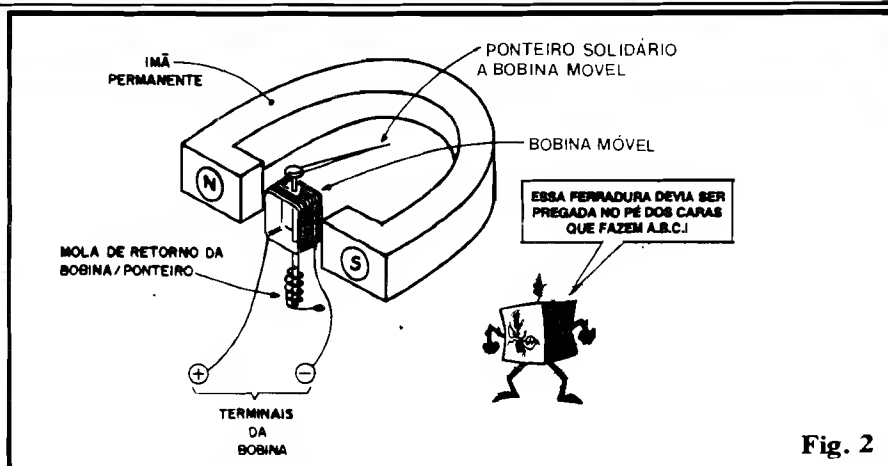

Fig. 2
- **FIG. 2** - Esboço da construção “física” de um galvanômetro. Tudo se resume numa pequena e leve **bobina móvel** (esse tipo de galvanômetro é justamente chamado de “bobina móvel”...), feita com fio muito fininho, pivotando em torno de um eixo ao qual está acoplado um ponteiro. Um sistema ao mesmo tempo simples e delicado de “mola de retorno”, mecanicamente acoplado ao eixo, faz com que, em repouso, o ponteiro estacione em determinado ponto (geralmente um pequeno pino de “encontro”, não visto na figura...). O Conjunto bobina/eixo/ponteiro/mola é mecanicamente posicionado de modo que o minúsculo enrolamento fica “dentro” de intensas linhas de força magnética emitidas pelos dois polos (Norte e Sul) de um forte ímã